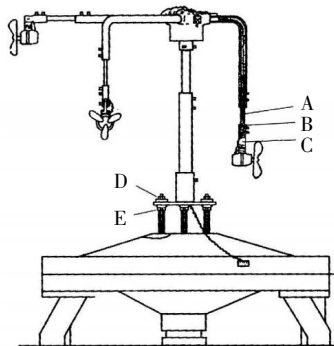

图 2 安装除尘装置
h. 安装除尘装置:除尘装置如图 2 所示,安装要点如下:伸缩长度调节螺钉 A,仰俯角度调节螺钉 C,将风扇调节到能有效清除储纱器、纱钩上的飞花;旋转朝向调节螺钉 C,可以改变风扇吹风时对转轴的作用力力矩大小,控制除尘装置绕中心旋转转速的快慢;调节螺钉 D、螺钉 E 处螺母,使除尘装置重心通过旋转中心,保证除尘装置平衡,停机时可停在任意位置静止不动;风扇叶固定螺丝必须锁紧,以防扇叶片脱落,发生意外,要求在周保养设备时,依次检查扇叶片的固定螺丝是否有松动,发现松动,必须立即锁紧。